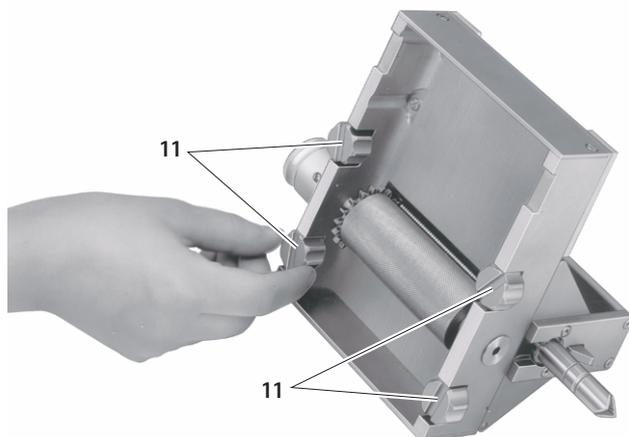

Fig. 1
- ▶ Retourner l'outil de coupe 4 de manière à ce que les quatre vis 11 soient visibles, voir Fig. 1.
- Retourner l'outil de coupe 4 de manière à ce que les quatre vis 11 soient visibles, voir Fig. 1.